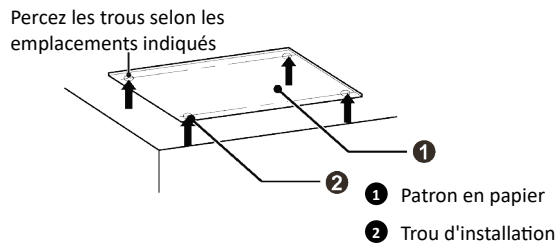
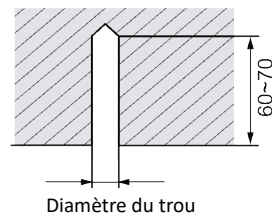

Fig.4.1.2
Fig. 4.1.3
- 1) Collez le carton de référence sur la position d'installation ; percez 4 trous selon l'emplacement du trou sur le carton comme indiqué sur la Fig.4.1.2 ; le diamètre du trou dépend du diamètre du boulon d'expansion et la profondeur est de 60 à 70 mm, comme indiqué sur la Fig.4.1.3.